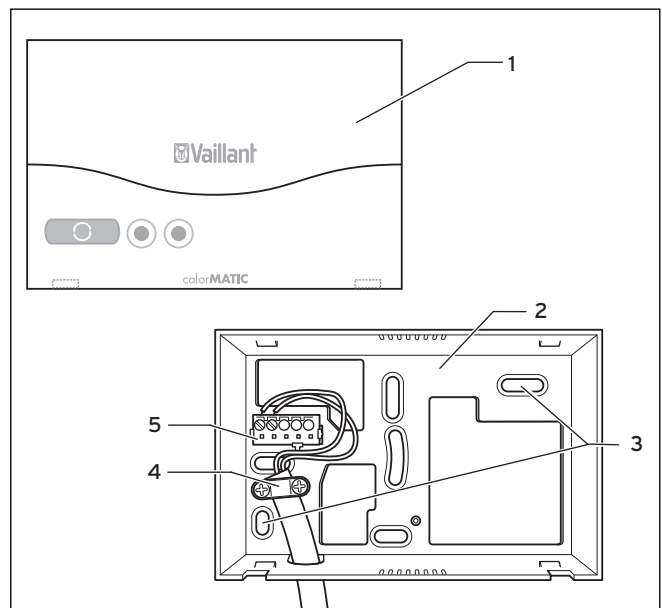

Abb. 4.1 Montage der Funkempfängereinheit
- ⇒ Schließen Sie das eBUS-Kabel an die Klemmleiste (1) des Wandssockels für die Funkempfängereinheit an.
- ⇒ Montieren Sie die Zugentlastung (4, Abb. 4.1).
- ⇒ Schließen Sie das eBUS-Kabel an die Klemmleiste des Heizgerätes (2) an.